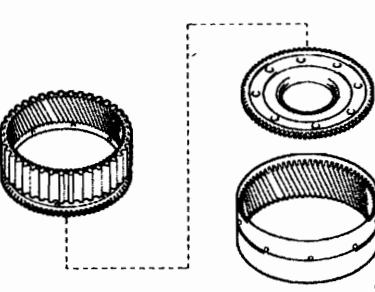

图 12-1-37
②如图 12-1-37 所示，从前行星齿轮齿圈上拆下中央行星齿圈和前行星齿轮齿圈。